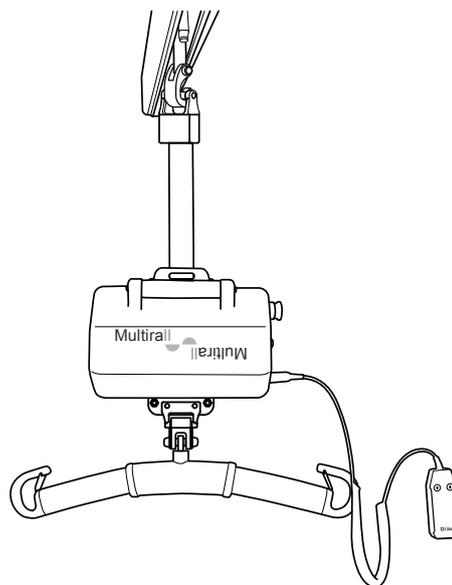

fig. 2
- montado com a banda de elevação acima da unidade de elevação (fig.2).